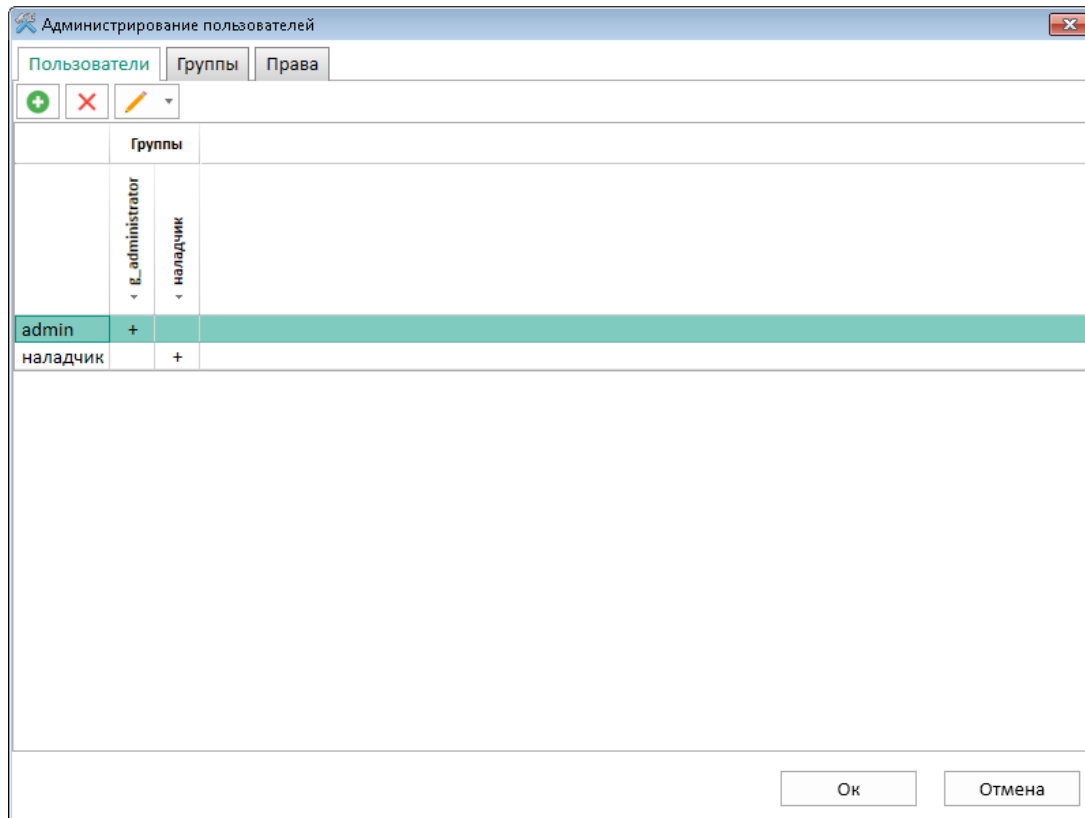

Рисунок 9
3.3.6 Пользователю с ролью «Администратор» доступна функция создания дополнительных учетных записей пользователей, нажатием на кнопку  (кнопка на панели инструментов  admin -> **Администрирование пользователей** -> вкладка **Пользователи**) (рисунок 9). События, связанные с администрированием пользователя, фиксируются в журнале событий ИБ.